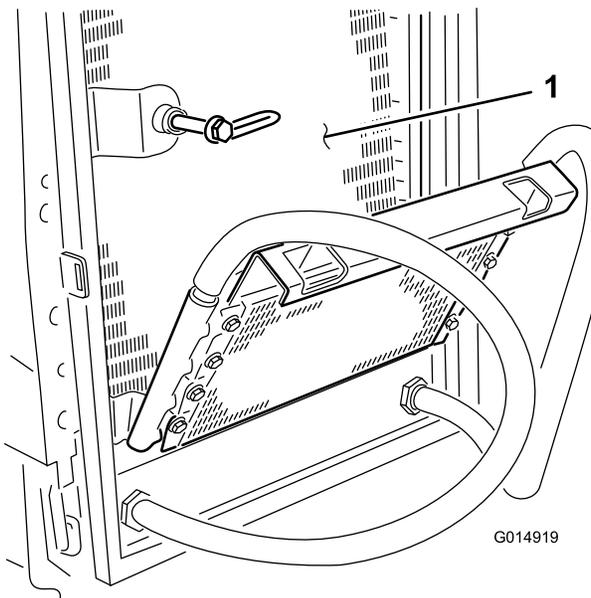

Figura 44
7. Pulite accuratamente entrambi i lati del radiatore dell'olio e del radiatore utilizzando aria compressa (Figura 44).